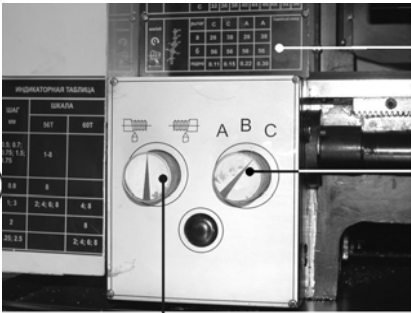
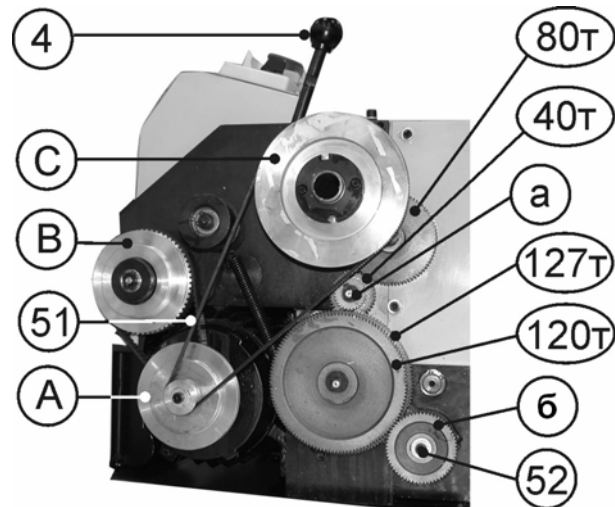

Рис. 18
Рис.19
10.4.2. Ручкой переключения направления автоматической подачи (1) установите выбранное направление (левое или правое) автоматической подачи, Рис.18.
10.4.4. Станок оборудован коробкой скоростей автоматической подачи в диапазоне от 0,11мм. до 0,30мм. за один оборот шпинделя (См. таблицу 2 и шильдик (49)), Рис.18.
10.4.5. Откройте защитный кожух (2) гитары, как указано в п.9.3.2. По таблице 2 установите необходимые шестерни (а) и (б), Рис.19, и закройте защитный кожух (2) (п.9.3.2).
10.4.6. Пользуясь таблицей 2 инструкции или таблицей (49), Рис.18, установите необходимые шестерни (а) и (б), Рис.19 (См. п. 10.6.5-10.6.10). 10.4.7. Вращая ручку переключения скорости автоматической подачи (33), Рис.18, можно менять скорость автоматической подачи. Например, при установке шестерен, а=28Т и б=56Т, Рис.19, в положение (С) ручки переключения скорости автоматической подачи (33) – скорость подачи равна 0,11мм. на один оборот шпинделя.
При установке ручки переключения скорости автоматической подачи (33) в положение А – скорость подачи равна 0,22мм. на один оборот шпинделя и т.д., Рис.18.
При каждом перемещении ручки переключения скорости автоматической подачи (33) необходимо рычаг натяжения ремня (4) привести в крайнее положение от себя, Рис.19.
10.5.2. Переставляя клиновой ремень (51) на шкивах А,В,С в положения 1,2,3 согласно таблице 3, можно ступенчато изменять скорость вращения шпинделя – 100; 250; 350; 500; 900 и 1800 об/мин. (Рис.19 -А,В,С - шкивы). Например, при установке клинового ремня (51) на шкивах В,С в положении 1– скорость вращения шпинделя равна 100 об/мин., а в положении 3 - 500 об/мин. и т.д., Рис.19.
10.6.4. Комбинации использования шестерен для нарезания резьбы указаны в таблиц 4 и на Рис.19:
1) См. Рис. 19
Ручка переключения скорости автоматической подачи (33), Рис.18, в положении А.
2.) См. Рис. 19
Ручка переключения скорости автоматической подачи (33), Рис.18, в положении С.
10.6.5. Отвинтите крепёжный болт (52) , закрепляющий шестерню (б) и снимите стопорную шайбу шестерни (а), Рис.19.
10.6.6. Осторожно снимите шестерни, чтобы сохранить на месте шпонки на валах, и установите необходимые шестерни (а) и (б). Количество зубьев на каждой шестерне промаркировано. Установите крепежный болт (52) шестерни (б) и стопорную шайбу шестерни (а), Рис.19.
10.6.8. Положение шестерен 120Т и 127Т для метрической резьбы показано на Рис. 19.
10.6.9. Для нарезания дюймовой резьбы поменяйте местами шестерни 120Т и 127Т, Рис. 19.
10.7.7. Включите станок (п.10.2). Подведите резец (35) к началу предполагаемой резьбы. Маховиком подачи поперечного суппорта (28) установите глубину резания, не превышая 0,2 мм за один проход (как описано выше в п.10.3). Опустите вниз ручку (25) управления разъемной гайкой ходового винта, Рис.20. Ручкой переключения направления автоматической подачи (1), Рис.18, установите необходимое направление автоматической подачи и начните нарезание резьбы.
10.7.8. По мере приближения резца к концу нарезаемой резьбы, отведите резец (35), используя маховик подачи поперечного суппорта (28) (п.10.3, Рис.15), а ручкой переключения направления автоматической подачи (1) измените направление подачи, Рис.18.
10.7.9. Когда резец пройдет начало нарезаемой резьбы на 3-5мм, установите ручку переключения направления автоматической подачи (1), Рис.18, в нейтральное положение. Маховиком подачи поперечного суппорта (28), установите последующую глубину резания, не превышая 0,2 мм за один проход (как описано выше в п.10.3).
Установите ручку переключения направления автоматической подачи (1), Рис.18, в первоначальное положение (п.10.7.6). Выполните следующий проход.